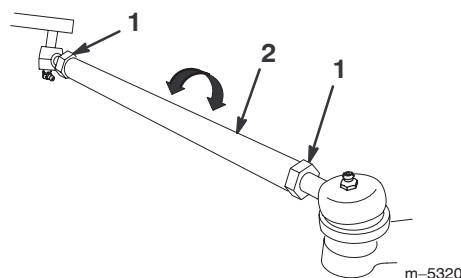

Figure 51
5. Si les mesures sont hors spécifications, desserrez les écrous de blocage aux deux extrémités des biellettes (Fig. 51).